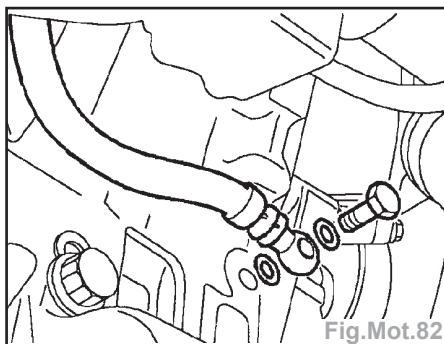

Fig.Mot.82
- Enlever la vis de raccord banjo d'alimentation en huile du turbocompresseur et jeter les rondelles d'étanchéité (Fig. Mot.82).